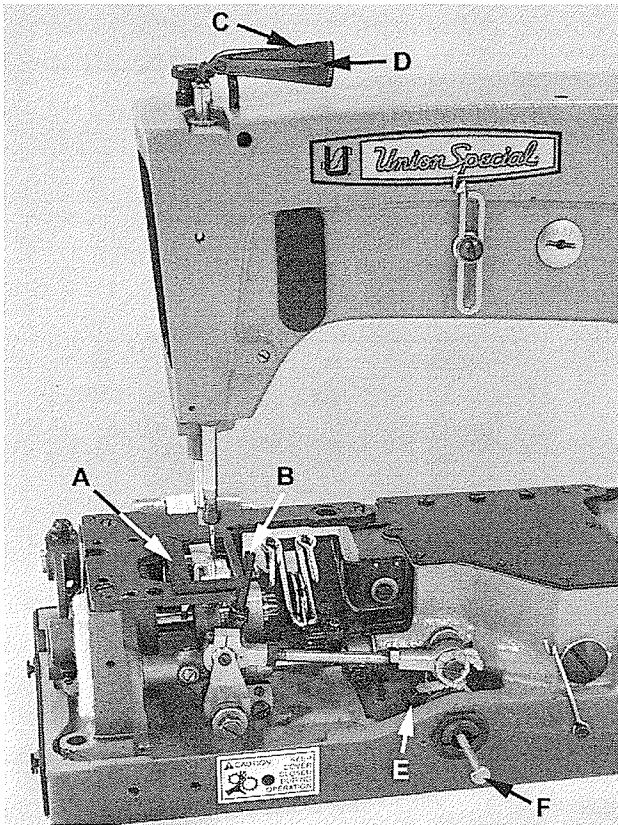

Fig 3
Retire la plancha de aguja, el diente, looper y el tira hilo del hilo de la aguja, (Fig 3) Con el calibrador TT34, utilice los tornillos de la plancha de aguja para colocar la plancha de sincronización (A) al soporte de la plancha de aguja. Inserte el pasador (B) en la cavidad para el looper y sujételo a su tornillo. Gire el volante en sentido de operación (hacia el operador) hasta que el pasador ligeramente toque el borde derecho de la placa de sincronización. Inserte el indicador (C) dentro del hueco para el tira hilo de la aguja, y muevalo hacia arriba y hacia abajo hasta que el apuntador (D) en el indicador sea "0", y apriete el tornillo. A continuación gire el volante en dirección reversa (alejándose del usuario) hasta que el pasador nuevamente toque ligeramente el lado derecho de la placa. Si la máquina está sincronizada el apuntador del indicador debería leer "0". Si el apuntador está sobre o debajo de "0", la máquina está fuera de sincronización. Una variación de una línea es aceptable.